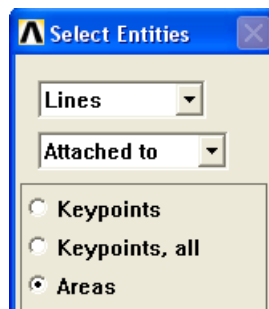

Рисунок 41. Первая и вторая секция меню выбора с установленными опциями
3. Устанавливаем флаг напротив раздела *Areas* во второй секции меню выбора (Рисунок 41).